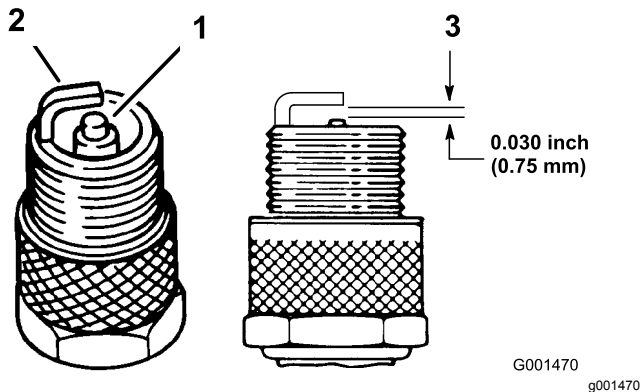

Figura 24
1. Mire la parte central de las bujías (Figura 24). Si se observa un color gris o marrón claro en el aislante, el motor está funcionando correctamente. Si el aislante aparece de color negro, significa que el limpiador de aire está sucio.
2. Compruebe la distancia entre los electrodos central y lateral (Figura 24). Si la distancia no es correcta, doble el electrodo lateral (Figura 24).
3. Conecte los cables a las bujías (Figura 24).